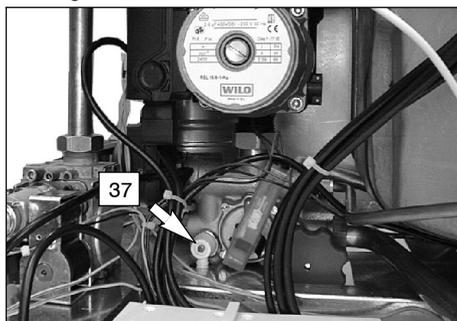

fig. 9.5
- 4 Allentare il rubinetto di svuotamento caldaia 37 in fig. 9.5